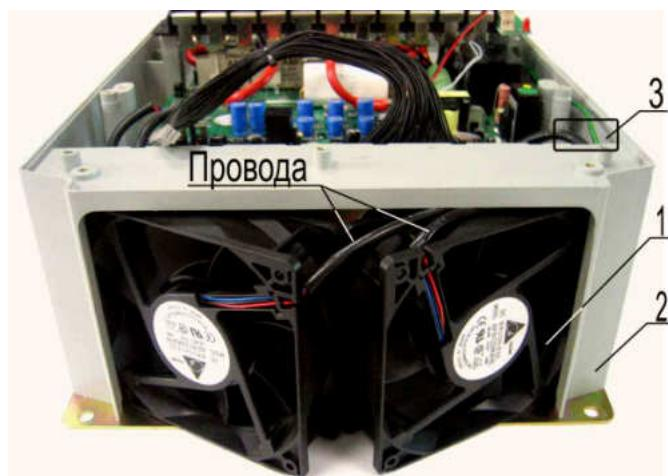

Рис. 6.9
- 6.7.5. Достать из корпуса 2 вентиляторы 1, потянув за внутренние боковины, как показано на рис. 6.8. Вытянуть из отверстия 3 корпуса провода вентиляторов (рис. 6.9).